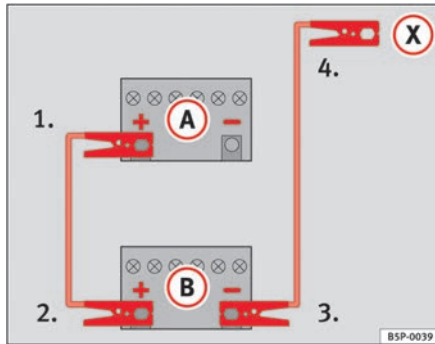

Abb. 198 Schema für das Anklemmen der Starthilfekabel
In ⇒ Abb. 198 ist (A) die entladene Batterie und (B) die stromgebende Batterie.
1. Klemmen Sie ein Ende des roten Starthilfekabels an den Pluspol ⇒ Abb. 198 (+) des Fahrzeugs mit der entladene Batterie ⇒ ⚠.
4. Klemmen Sie das andere Ende des schwarzen Starthilfekabels (X) beim Fahrzeug mit der entladene Batterie an ein massives, fest mit dem Motorblock verschraubtes Metallteil oder an den Motorblock selbst an, jedoch nicht in der Nähe der Batterie ⇒ ⚠.